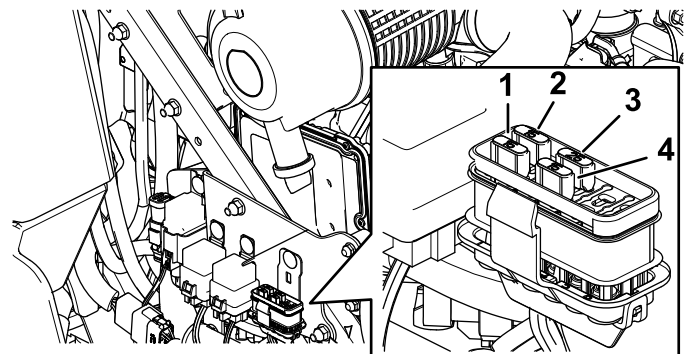

Figura 50
3. Montate un fusibile nuovo (Figura 50).